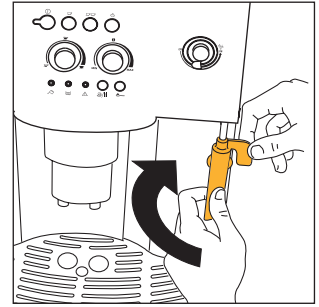

Fig.25
- Vrid reglaget medsols så långt det går. Håll spaken på fästet stilla med ena handen och skruva med den andra loss cappuccinörret genom att vrida det medsols och dra av det (fig. 25).